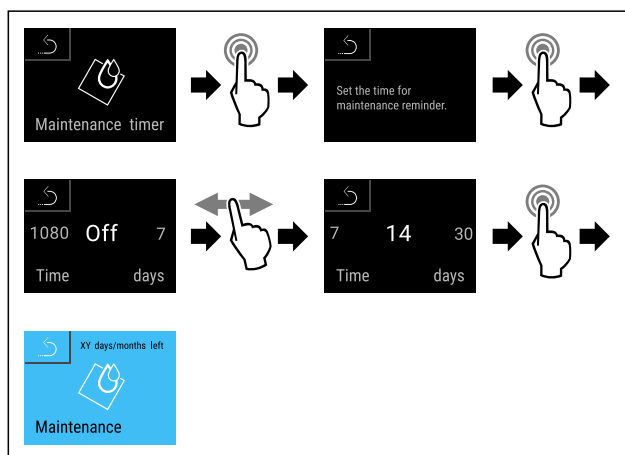

Fig. 104
- ▶ Hajtsa végre a művelet lépéseit (lásd Fig. 104) .